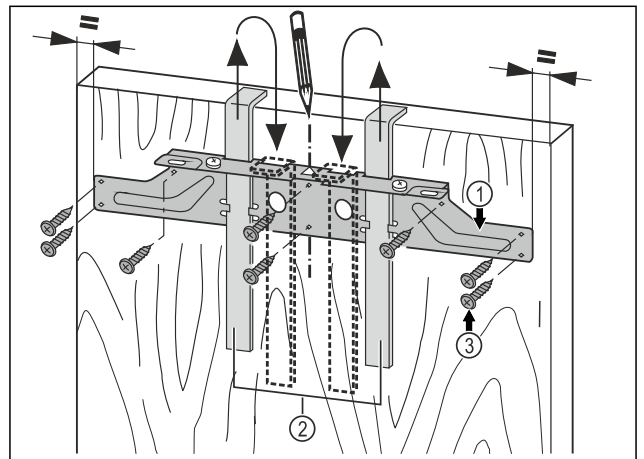

Fig. 20
- Befestigungstraverse Fig. 20 (1) mit den Montagehilfen Fig. 20 (2) auf die Innenseite der Möbeltür hängen.
- Befestigungstraverse Fig. 20 (1) mittig auf der Tür ausrichten.*
- Die Befestigungstraverse Fig. 20 (1) mit mindestens 6 Schrauben Fig. 20 (3) festschrauben.
- Befestigungstraverse Fig. 20 (1) mit 4 Schrauben Fig. 20 (3) am Rand festschrauben.
- Montagehilfen Fig. 20 (2) nach oben herausziehen und in die danebenliegenden Aufnahmeöffnungen gedreht einschieben.